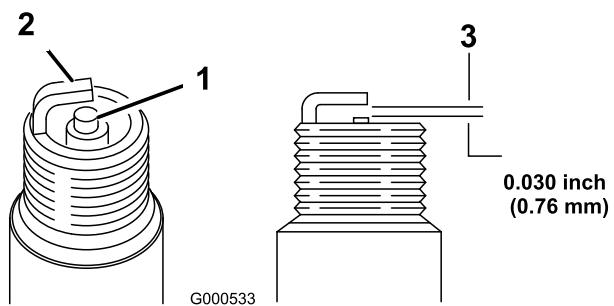

Figura 37
1. Veja a parte central da vela de ignição (Figura 37). Se verificar uma cobertura castanha ou cinzenta no isolante, o motor está a funcionar correctamente. Uma cobertura preta no isolante indica que o filtro de ar está sujo.
2. Verifique a folga entre os eléctrodos central e lateral (Figura 37). Dobre o eléctrodo lateral (Figura 37) se a folga não for a correcta.